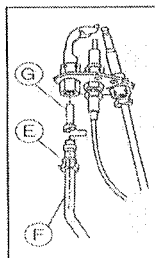

Fig. 7
- 6- sostituire l'iniettore pilota procedendo come segue: (vedi fig. 7)
5. sostituire l'iniettore pilota procedendo come segue:(vedi fig. 7)